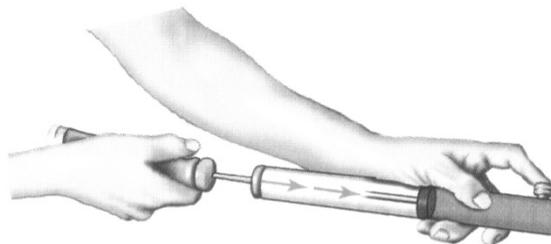

Figura 8.5: Compressão rápida do ar em uma bomba (Alvarenga e Máximo, 2006, p. 121)
3. a) Que tipo de transformação termodinâmica acontece quando se comprime rapidamente o ar dentro de uma bomba, como mostrado na figura 8.5?